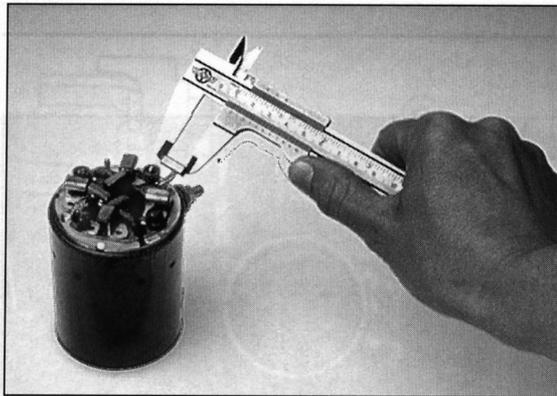

Bild 134
- Bürstenlänge messen, Standardmass 12,0 – 12,5 mm; Verschleissgrenze 8,5 mm (Bild 134).